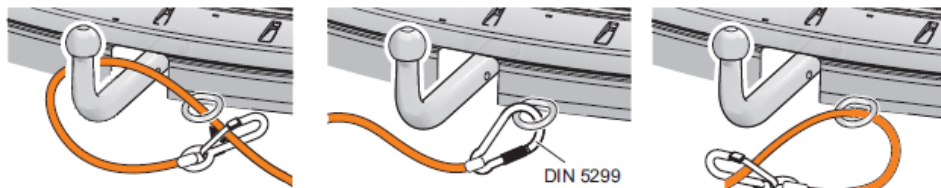

Abbildung 23 - Abreißseil
3. Befestigen Sie das Abreißseil den dafür vorgesehenen Punkt am Fahrzeug (Abbildung 23).